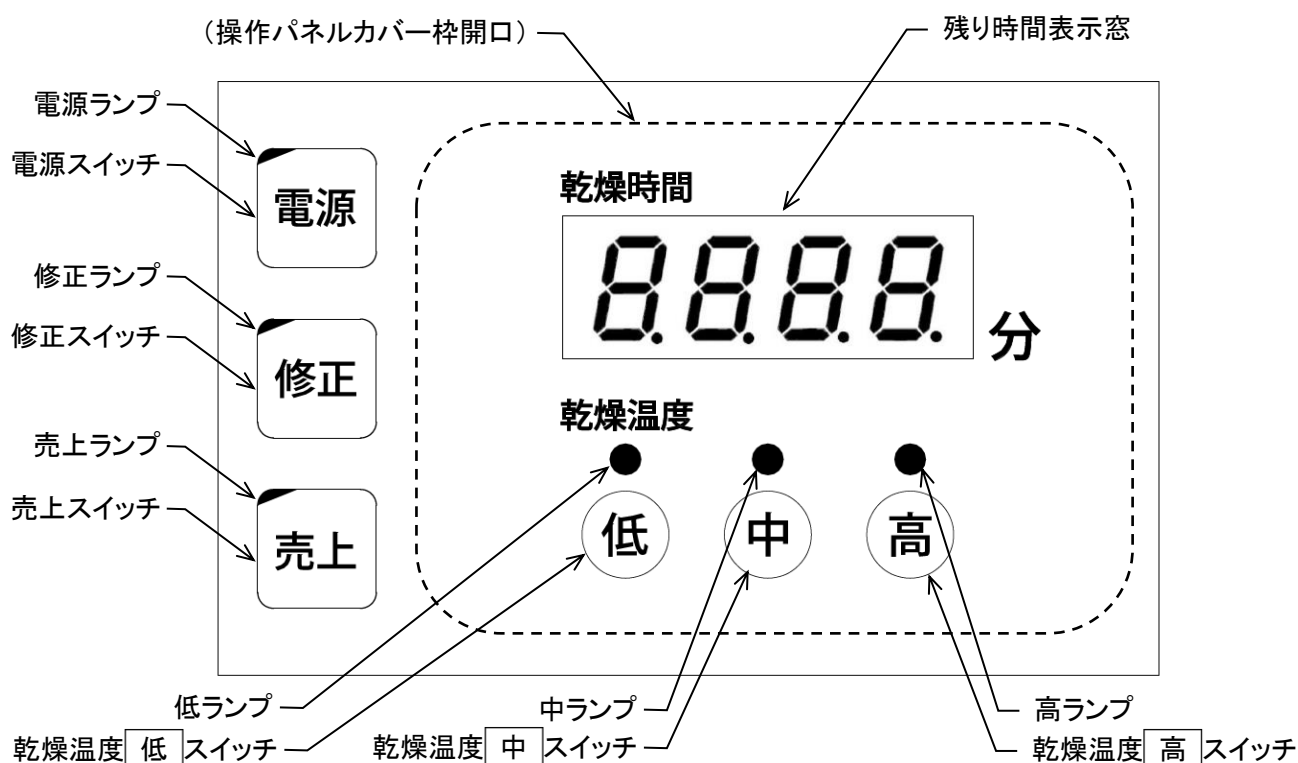

図 7-1
7.1.1 操作パネルの説明(図 7-1)
乾燥温度は運転中でも変更が可能です。(図 7-1)